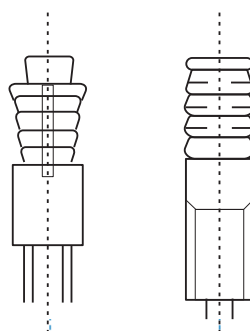

Figura 8
- Determine o local de montagem no teto do recinto ou no teto da edificação e faça quatro furos de Ø 12 mm x 50-55 mm. Em seguida, chumbe e instale as fixações do gancho de expansão (acessório 2 comprado) nesses furos. Consulte a Figura 8.